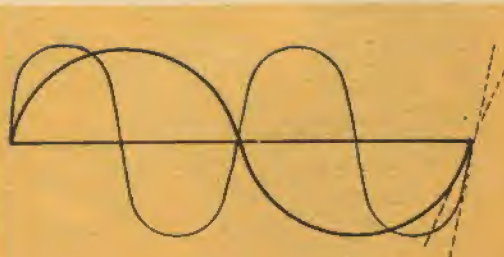

Fig. 12 - Rappresentazione grafica di un ciclo e della sua ottava ad energia crescente con la frequenza (ampiezza costante).
A velocità costante l'ampiezza è inversamente proporzionale alla frequenza e diminuisce di 6 dB (1) per ottava; ad ampiezza costante la velocità è direttamente proporzionale alla frequenza, aumentando di 6 dB per ottava; potete ben capire l'importanza che questi fattori assumono nella registrazione di un disco. Riferendoci ad un 78 giri, questo può essere inciso, secondo se si ricorre a frequenze più o meno elevate, rispettivamente con caratteristiche a velocità costante o ad ampiezza costante (fig. 12).